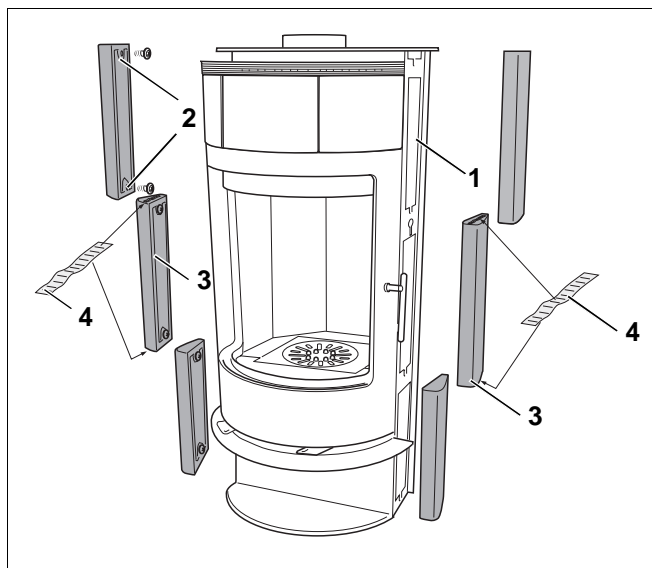

Abb. 15 Seitenkacheln einhängen
Seitlich am Kaminofen befinden sich Langlochöffnungen (Abb. 15, **Pos. 1**) zum Einhängen der Seitenkacheln.
- Je 2 Schrauben zur Hälfte in die Bohrungen auf der Rückseite der Seitenkacheln (Abb. 15, **Pos. 2**) eindrehen.
- Auf die mittlere linke und rechte Seitenkachel (Abb. 15, **Pos. 3**) oben und unten je 1 Abstandshalter (Abb. 15, **Pos. 4**) kleben.